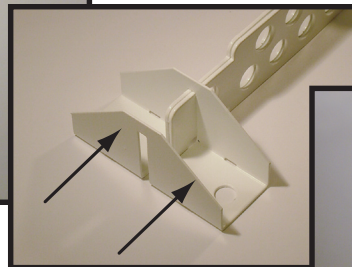

FIGURE 2b
- ii. Monter les extrémités de support "Cross Member" des "Cross Members" associé (tel qu'illustré à la figure 2b).